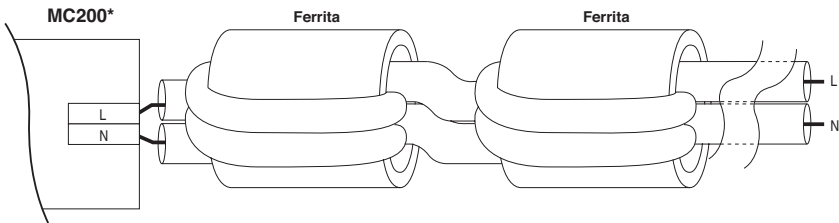

Fig. 4.a
- En caso de utilización con válvula E'V, pasar los cables de alimentación de la tarjeta a través de una pareja de ferritas MSFC (cod. CAREL 0907858AXX), cerca del terminal de alimentación del MasterCase2 (Fig. 4.a).